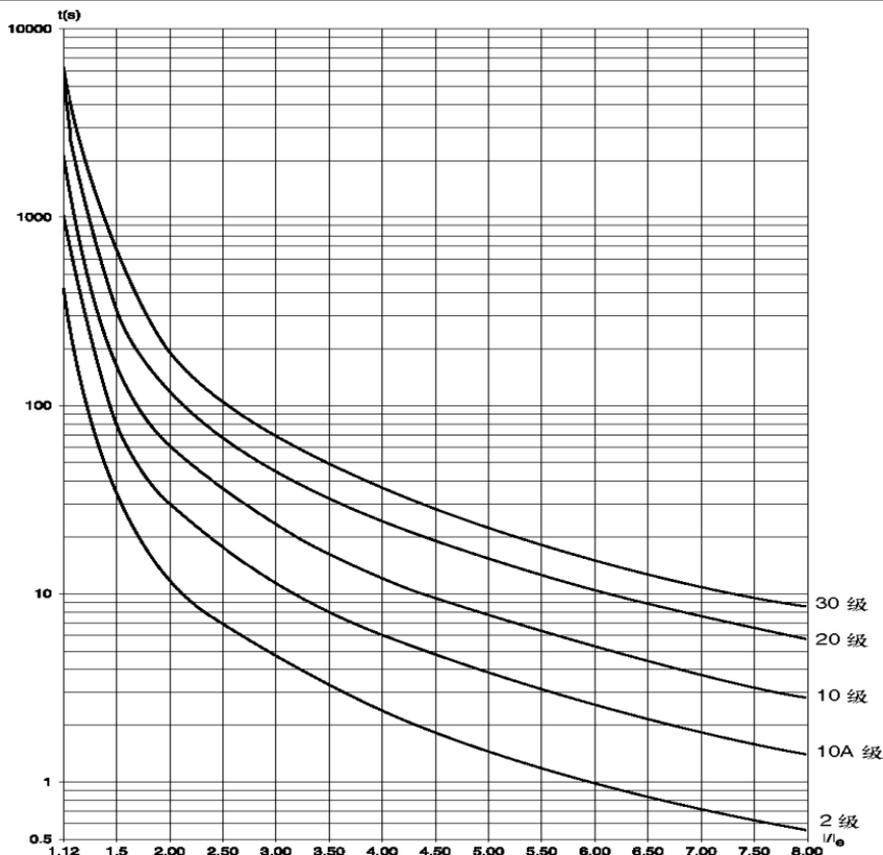

Figura 8.1 Curva de protección de sobrecarga térmica estándar
8.3.8 Tiempo de protección contra sobrecarga en funcionamiento: protección térmica de tiempo inverso según el valor establecido del código F07 o F19, La curva de protección de sobrecarga térmica estándar se muestra en la Figura 8.1, y el valor típico se muestra en la Tabla 8.4.